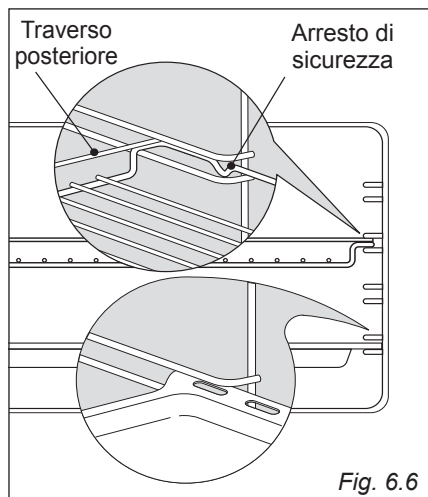

Fig. 6.6
- Infilare in mezzo alle guide dei telai laterali la leccarda e la griglia come in (fig. 6.6).